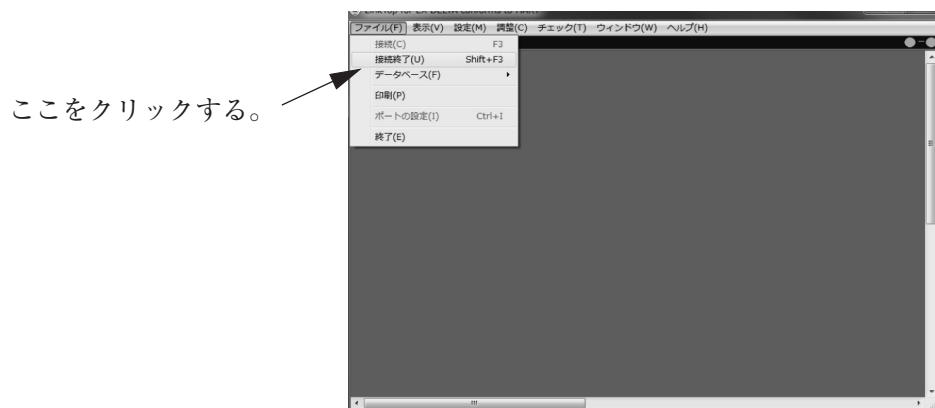

図13
- ① 図13のように、画面上部メニューの、「ファイル(F)」をクリックし、「接続の終了(U) Shift+F3」を選び、再度クリックします。